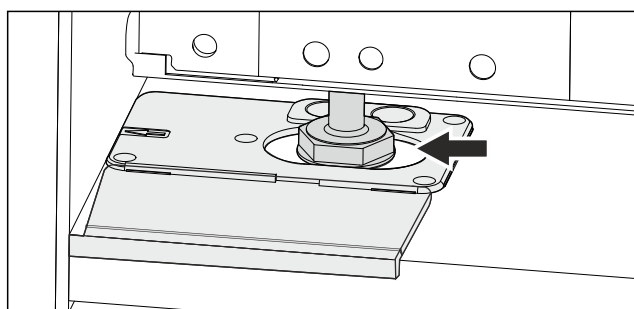

Fig. 51
- Vyrovnajte spotřebič pomocí seřizovacích nožek. Fig. 51 ()